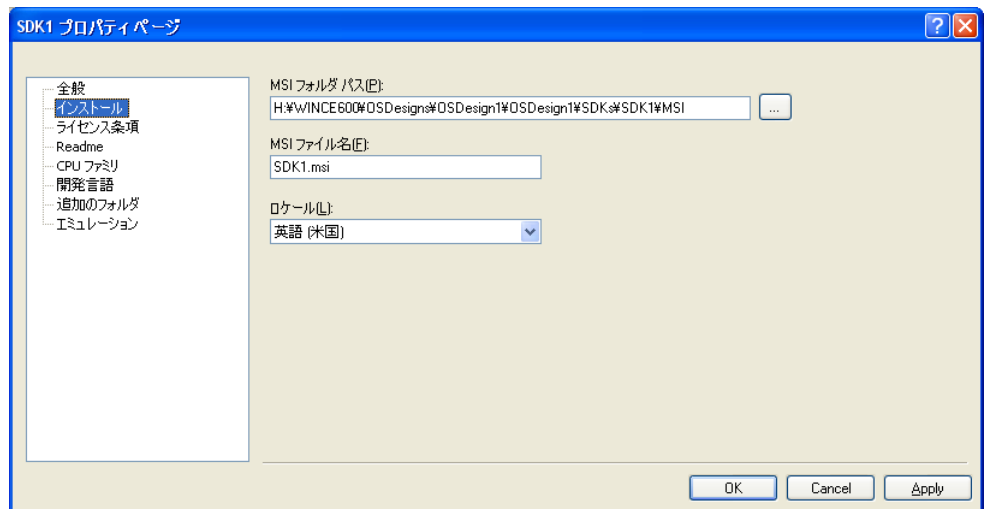

図 1-7 [SDK プロパティ ページ] ダイアログ ボックス
3. [SDK プロパティ ページ] ダイアログ ボックスで、SDK の [全般] プロパティを構成し、[MSI フォルダパス]、[MSI ファイル名]、および [ロケール] を定義します (図 1-7)。カスタム設定の名前もしていすることができます。